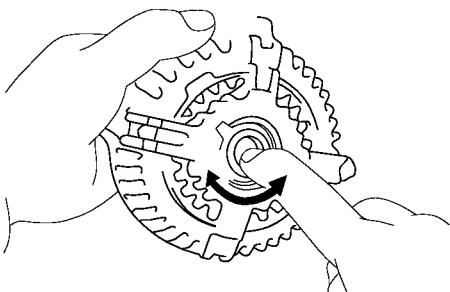

图 7-26 检查前轴承转动是否正常或已磨损
1) 检查前轴承转动是否正常或已磨损，如图 7-26 所示。